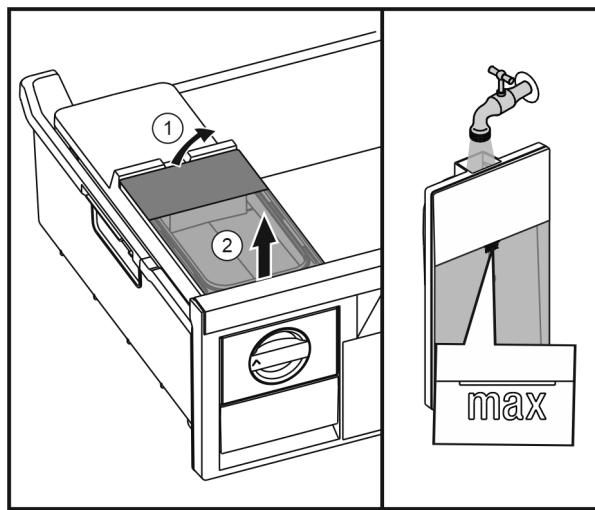

Fig. 26
- Zvedněte vzadu nádržku na vodu Fig. 26 (1) a poté ji vyjměte směrem nahoru Fig. 26 (2).